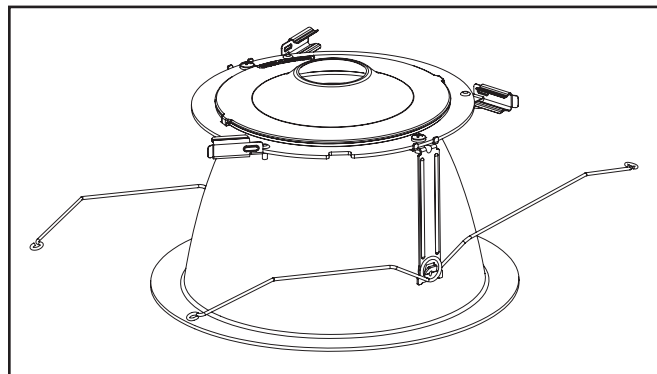

Figure 5.
1. Retirez l'emballage de protection de la garniture inférieure. Tournez les pinces latérales (3) vers l'extérieur (Figure 5). Retirez l'emballage de protection du moteur lumineux à DEL.